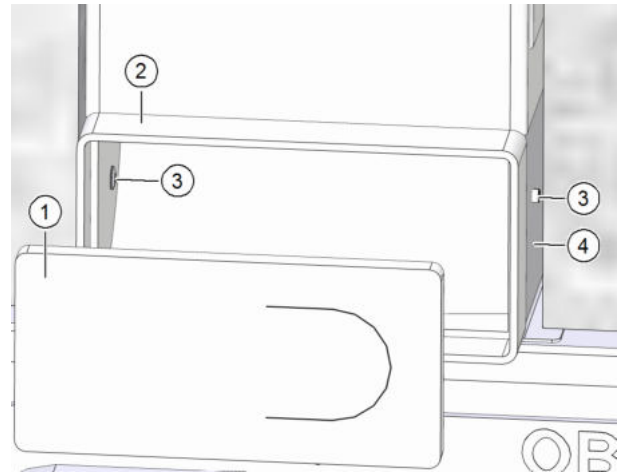

Abb. 20: 90°-Winkel an Fixierplatte nieten
- ▶ Entfernen Sie den Putzschutzdeckel für den Winkel (Pos. 1 in Abb. 20).
- ▶ Befestigen Sie mit der Blindnietzange den 90°-Winkel (Pos. 2 in Abb. 20) mit zwei Blindnieten (Pos. 3 in Abb. 20) an der Fixierplatte (Pos. 4 in Abb. 20).
- ▶ Setzen Sie den Putzschutzdeckel (Pos. 1 in Abb. 20) wieder in den Winkel (Pos. 2 in Abb. 20) ein.